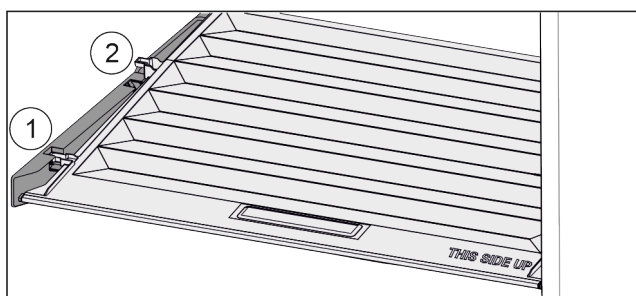

Fig. 73
- ▶ Dra locket framåt Fig. 73 (1) till öppningen i fästdelarna.
- ▶ Lyft det baktill underifrån och ta ut Fig. 73 (2) det uppåt.